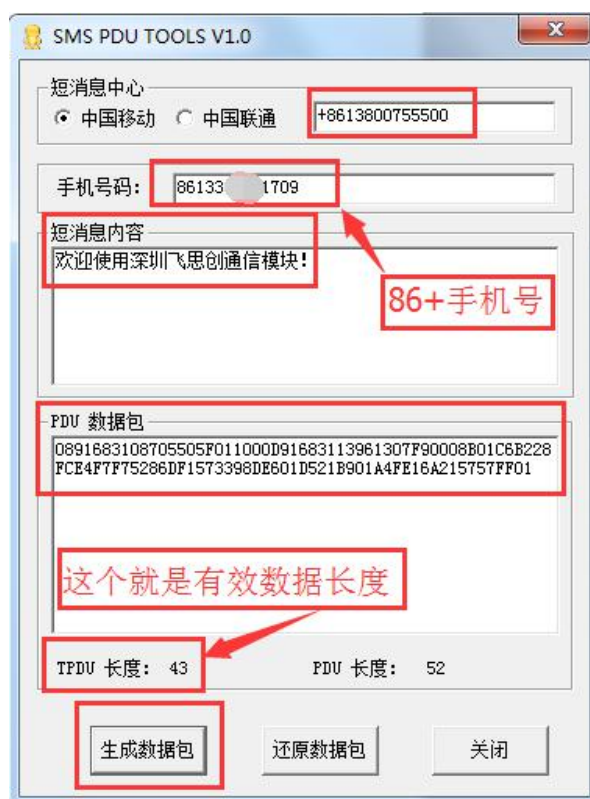

图 3-3 PDU 转换工具
- (1)接收号码: +86133xxxx1709
- (2)短信内容: 欢迎使用深圳飞思创通信模块!
- (3)发送的有效数据长度: 43 (后面将会说明如何计算出该长度)
- (4)使用 SMSPPDU 软件, 将中文短信内容、短信息中心号码及对方接收号码转换成 Unicode 编码, 生成一个数据包。演示如下图 3-3 所示该软件在 SIM800C 资料“调试工具”文件夹里。
573398DE601D521B901A4FE16A215757FF01 演示如下图 3-3 所示。